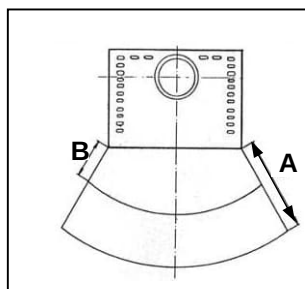

Bild 2
Im Sichtbereich (Strahlungsbereich) des Feuers muss zu brennbaren Bauteilen, Möbel oder auch z.B. zu Dekostoffen ein Abstand nach vorne von mindestens **110 cm** (A), gemessen ab Vorderkante Feuerraumöffnung eingehalten werden. Der Sicherheitsabstand reduziert sich auf **55 cm** (B), wenn ein belüfteter Strahlungsschutz vor das zu schützende Bauteil montiert wird (Bild 2)